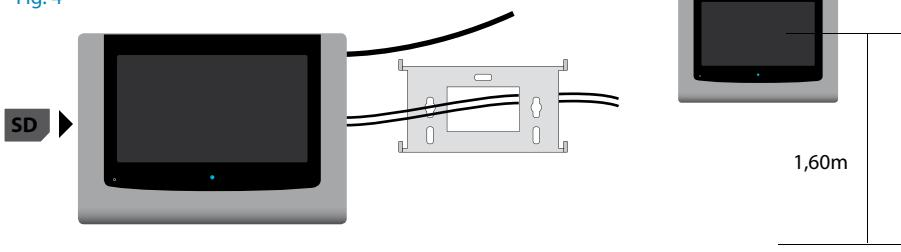

Fig. 5
a. Installation de la platine de rue (fig.5)
5. Fixer solidement la visière antipluie à l'aide des vis (5).